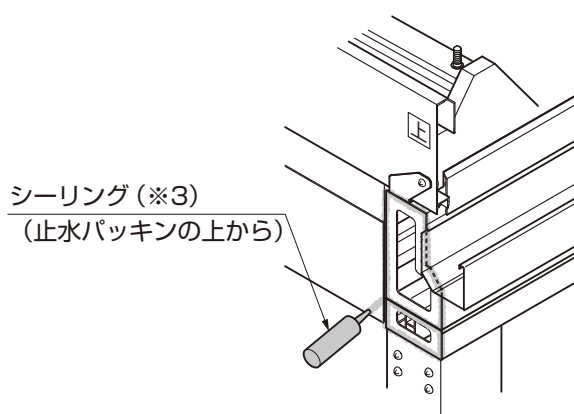
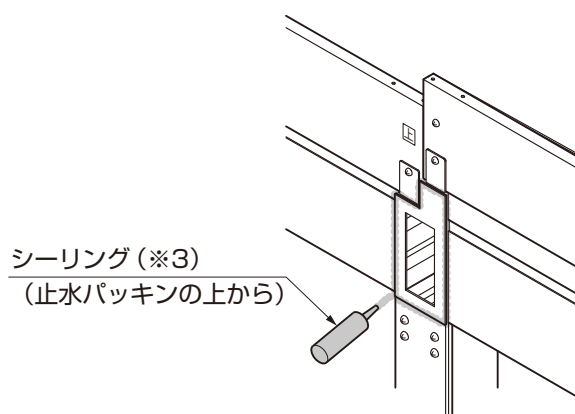

図18-10 水上側のシーリング
図18-11 中間のシーリング
- ② 幕板取付金具下部と金具周囲をシーリング (※1) してください。
- ③ 桁端面を止水パッキンの上からシーリング (※3) してください。(図18-10、図18-11参照)